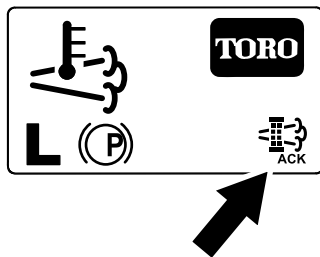

Figura 79
8. O InfoCenter apresenta o Ecrã inicial e o ícone de confirmação da regeneração (Figura 79) surge no canto inferior direito do ecrã enquanto a regeneração é processada.